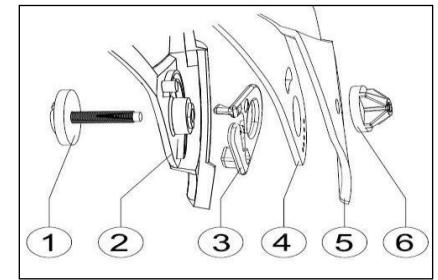

Bild. 1
1. Skruva loss skruvarna (bild 1, punkt 1 och 6) på sidorna.
2. Ta bort frontplattan (bild 1, punkt 5), ta hand om att ta bort den centrala delen från dess stöd.
3. Ta bort visiret (bild 1, punkt 4).
4. Ta bort På/Av-stoppern (bild 1, punkt 3).
5. Ta bort den delen av hjälmen (bild 1, punkt 2).
1. Placer skruven i specialfacket som du finner i huvudbonaden (bild 1, punkt 1)
2. Sätt i På/Av-stoppern (bild 1, punkt 3)
3. Sätt i visiret (bild 1, punkt 4)
4. Placer frontplattan rätt (bild 1, punkt 6)
5. Dra åt skruven lätt (bild 1, punkt 1 och 6)